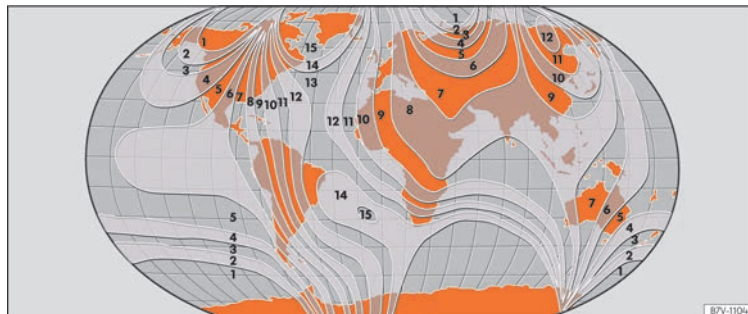

Fig. 80 Zonas magnéticas.
- Seleccionar la zona magnética correspondiente a la situación del vehículo »» fig. 80.